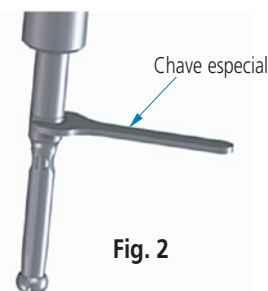

Fig. 2
1. Ao substituir a ponta de contato tipo pinça (batentes), use a chave especial. **(Fig. 2)**